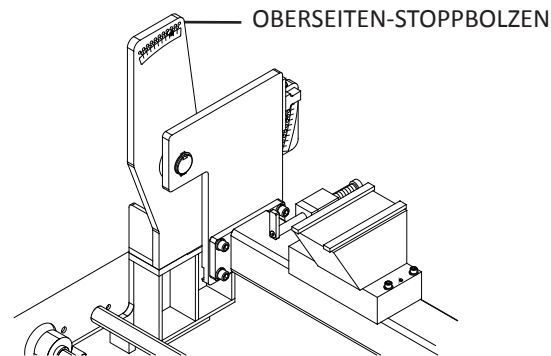

Abb. 29
**Positionieren Sie den Kopf für ein Oberseiten-Schleifen (siehe Abb. 29).**